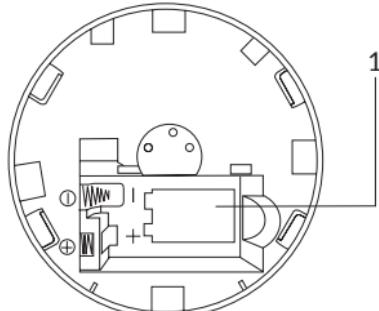

Abb. 3
6.2. Setzen Sie die Stromversorgungsbatterie in das Gerät ein (Abb. 3, Pos. 1).